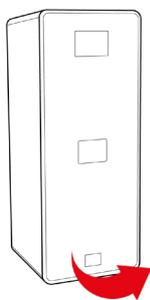

Fig. 1-1
18.3 – Rimuovere il pannello frontale in plastica, afferrandolo dalla maniglia posta nella parte inferiore, vedi Fig. 1-1.